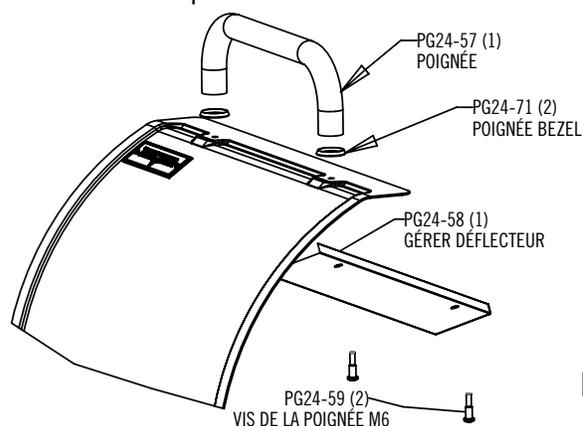

FIG. 3
1. Monter la poignée comme indiqué à la Fig 3.